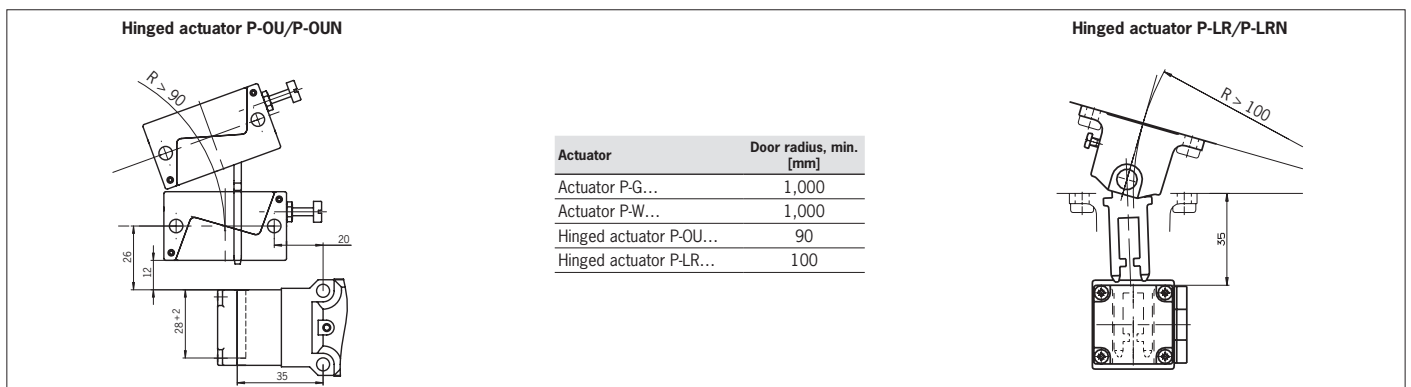

Figure 5: Minimum door radii
- ▶ Tenez compte également du rayon de porte et des possibilités de fixation (voir Figure 5).